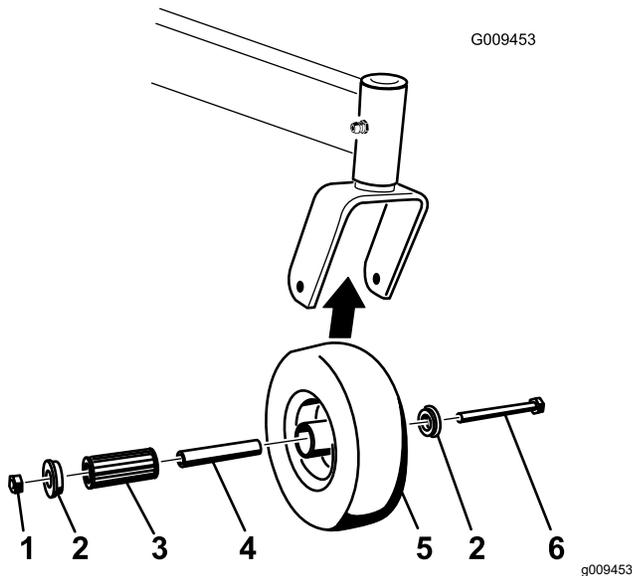

Рисунок 48
1. Удалите контргайку и колесный болт, с помощью которых поворотное колесо крепится квилке (Рисунок 48).
6. Смажьте роликовый подшипник и распорную втулку и вставьте их в ступицу колеса (Рисунок 48).
7. Вставьте вторую втулку в ступицу колеса (Рисунок 48).
8. Установите поворотное колесо ввилку поворотного колеса и закрепите при помощи колесного болта и контргайки (Рисунок 48).
9. Затяните контргайку так, чтобы распорная втулка была прижата к внутренней поверхности поворотныхвилок (Рисунок 48).
2. Снимите одну из втулок, затем извлеките распорную втулку и роликовый подшипник из ступицы колеса (Рисунок 48).
3. Извлеките вторую втулку из ступицы колеса и удалите всю смазку и грязь из ступицы (Рисунок 48).
Примечание: Замените поврежденные или изношенные детали (Рисунок 48).
5. Вставьте одну втулку в ступицу колеса (Рисунок 48).